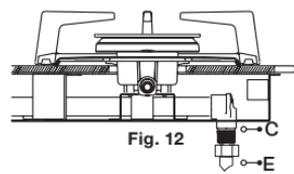

Fig. 12
1. Ensamble y ajuste el racor (E) al racor (C) por el extremo roscado 3/8 NPT Fig. 12.